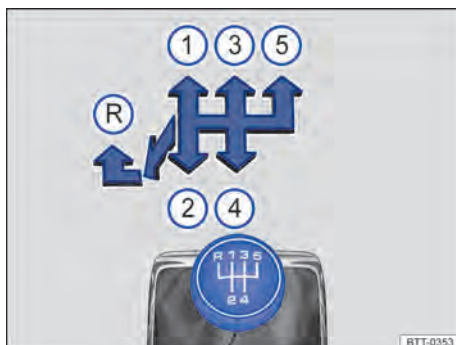

Fig. 82 Esquema de troca de marchas da transmissão manual de 5 marchas.
As posições de cada marcha estão representadas na alavanca de troca de marcha → Fig. 82.
- Empurrar a alavanca de troca de marcha totalmente para a esquerda e depois para frente até a posição da marcha a ré → Fig. 82 Ⓡ.